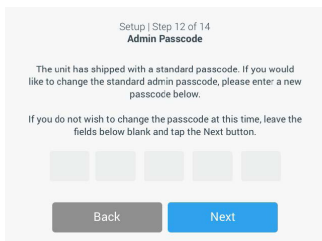
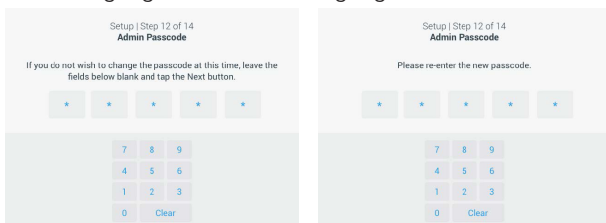
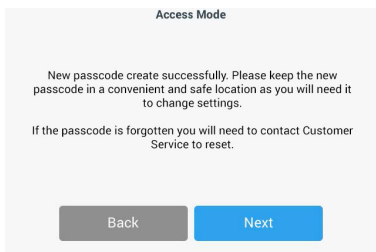

Abbildung 26: Grundeinstellung - Zugangsmodus wählen
Abbildung 27: Grundeinstellung - Neuen Administrator-Zugangscode eingeben und bestätigen
Abbildung 28: Grundeinstellung-Änderung des Administrator-Zugangscodes bestätigen
1. Tippen Sie auf das Feld **Istdrehzahl** (Ⓢ in Abbildung 26 oder ⑦ in Abbildung 27), um den Bildschirm **Drehzahlsollwert** zu öffnen, der in Abbildung 28 dargestellt ist.